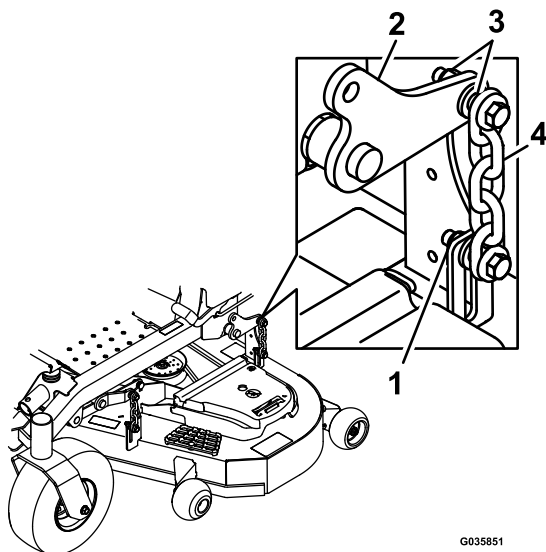

Figure 86
13. Desserrez les contre-écrous (Figure 86) aux quatre coins de sorte que le tablier repose solidement sur les 4 cales.